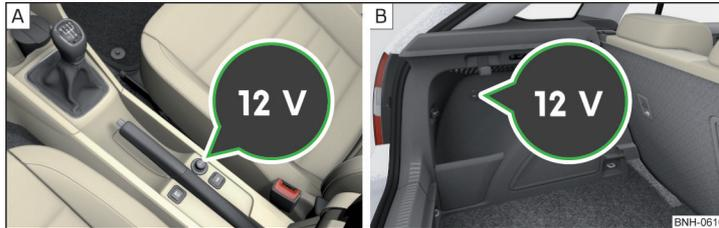

Fig. 73 Cubierta del enchufe de 12 voltios: en la consola central delante / en el maletero
- Para el uso, retirar la cubierta del enchufe » fig. 73 - **A** o abrir la cubierta del enchufe » fig. 73 - **B**.